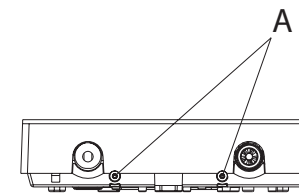

Рис. 2 Винты на нижней части
- 7.2. С помощью крестообразной отвертки выверните винты в точках А, затем откройте передний корпус. См. Рис. 2
- 7.6. После подключения, закройте передний корпус, закрутите винты (рис. 2)